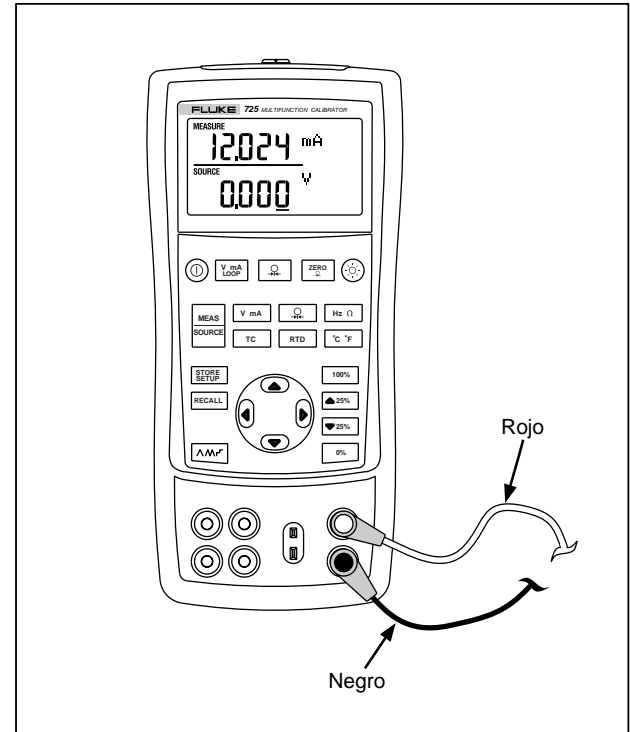

Figura 7. Medición de salidas de tensión y corriente
2. Conecte los conductores tal como se muestra en la figura 7.